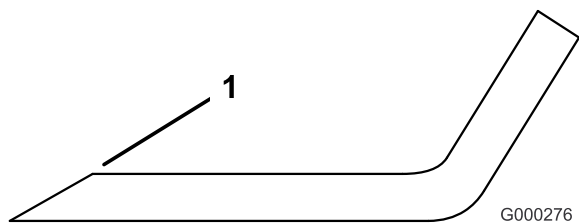

Figura 50
1. Affilate i taglienti da entrambe le estremità della lama con una lima (Figura 50). Rispettate l'angolazione originale. La lama conserva il proprio equilibrio soltanto se viene rimossa una quantità uguale di materiale da entrambi i taglienti.